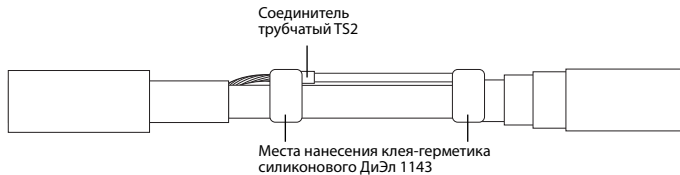

Рис. 20
7.7. Вставить в соединитель трубчатый TS2 зачищенную жилу заземляющего провода и «жгут» из экранирующей оплетки нагревательной ленты с другой стороны. Жила должна быть вставлена в соединитель до изоляции. Опрессовать соединитель трубчатый TS2 ручным кремпером. Полученное соединение должно соответствовать рисунку 6. Затем нанести клей-герметик силиконовый ДиЭл 1143 в указанных местах (см. рис. 20).